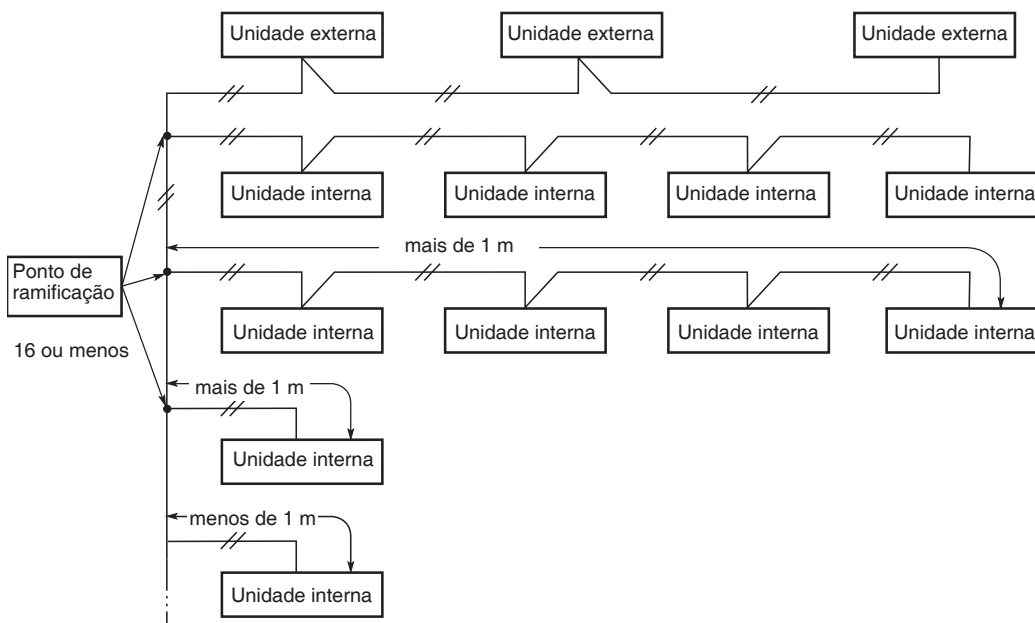

Fig. 4-5
- (4) Se houver ramificação da fiação de controle interunidade, o número de pontos de ramificação deve ser 16 ou menos. (Ramificações que tem menos de 1 m não são incluídas no número total dos ramos.) (Fig. 4-5)